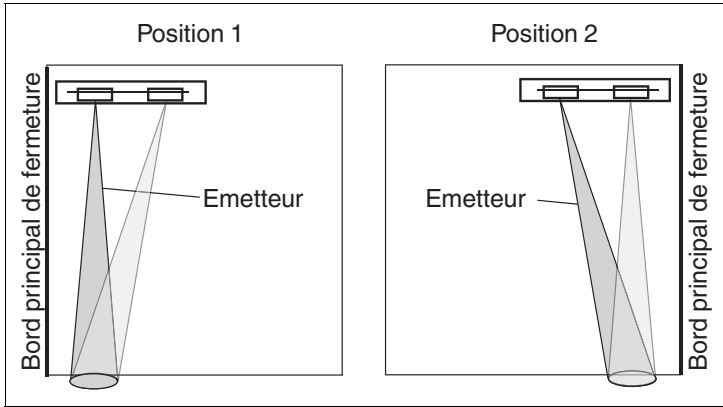

Figure 5.1 Explication du réglage du faisceau de surveillance sur le bord d'attaque
1. Placez les émetteurs des modules exactement de la même manière sur tous les modules à utiliser. -> Poussez toujours le dispositif de réglage de l'émetteur vers le côté charnière de porte (en face du bord d'attaque) → voir Figure 5.1 à la page 10.